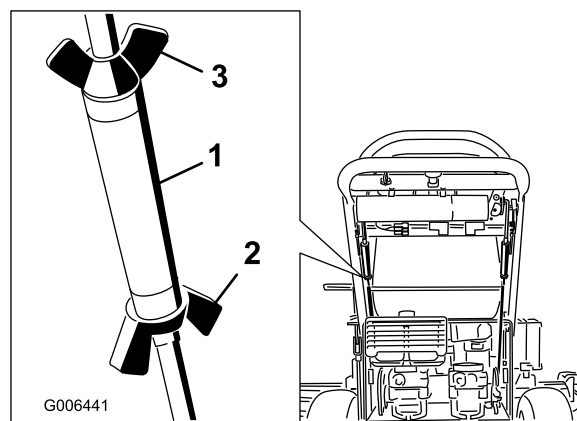

Figura 45
- Afloje las tuercas de mariposa de la varilla de control derecha, y gire el tensor en un sentido u otro para centrar la palanca de control derecha en la posición de bloqueo/punto muerto. Bloquee el tensor apretando las tuercas de mariposa (Figura 45).
- Afloje las tuercas de mariposa de la varilla de control izquierda y gire el tensor en un sentido u otro para modificar el avance de la máquina. Bloquee el tensor apretando las tuercas de mariposa (Figura 45).